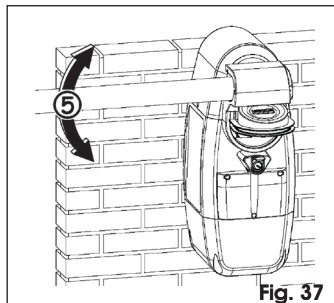

Fig. 37
3. Mueva manualmente la barra, Fig. 37.